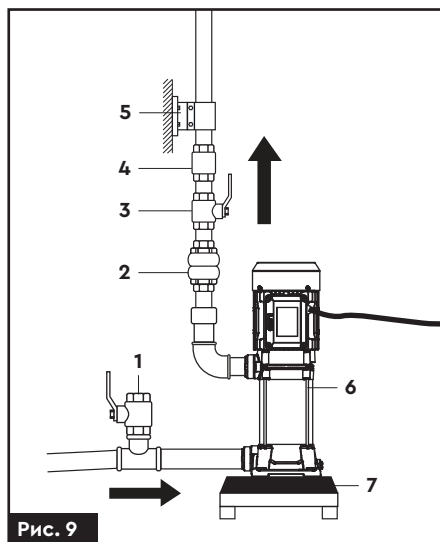

Рис. 9
3. Приєднайте напірний трубопровід до вихідного патрубка. З метою запобігання утворення повітряних бульбашок, які можуть перешкоджати нормальній роботі насоса, трубопровід не повинен мати гострих кутів типу «S» і/або зворотних нахилів. Шлях напірного патрубка трубопроводу має бути коротким і, по можливості, прямим, з мінімальною кількістю вигинів. У разі застосування перехідних муфт для приєднання всмоктуючого трубопроводу і зворотного клапана до насоса (6) (рис. 9), рекомендується ізолювати (обмотати) різьбове з'єднання тефлоновою (ФУМ) стрічкою.
4. Для полегшення проведення робіт по технічному обслуговуванню насоса, рекомендується на напірному трубопроводі встановити кульовий кран (3) (рис. 9), а також зворотний клапан (4) (рис. 9) між краном і напірним патрубком насоса.
док (7) (рис. 9) або інших антивібраційних матеріалів.
6. Для зниження вібраційного шуму, з'єднання з жорсткими трубопроводами треба здійснювати за допомогою компенсаторів (2) (рис. 9) або гнучких труб.